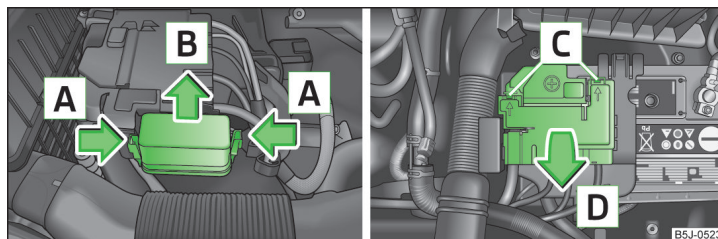

Fig. 159 Batteria del veicolo: Coperchio della scatola portafusibili
- Premere contemporaneamente l'asticella del coperchio della scatola portafusibili nella direzione indicata dalla freccia e quindi fare scorrere verso l'esterno il coperchio nella direzione indicata dalla freccia » fig. 159 .